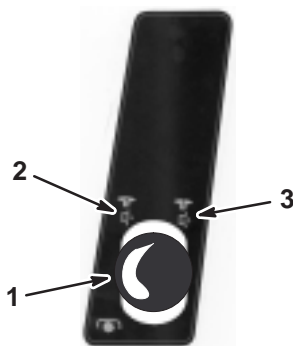

Bild 4
2. Stellen Sie den Schneidwerkhebel (ZWA) auf Ein (Bild 4).
2. Stellen Sie den Zapfwellenantrieb auf Auskuppeln (Bild 4).